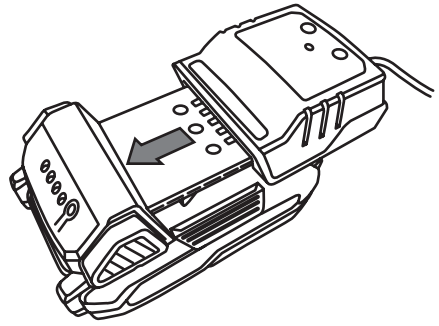
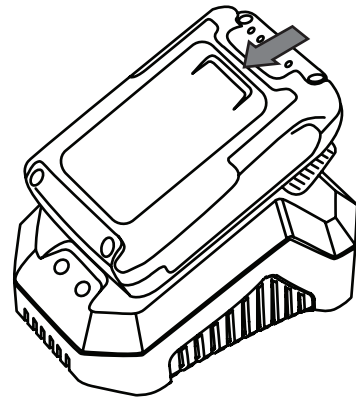

Рис. 3 Установка адаптера зарядного устройства СН1811 на аккумулятор
Рис. 4 Установка аккумулятора на зарядное устройство СН1812
1. Установите адаптер зарядного устройства на аккумулятор и сдвиньте вперед до щелчка, как показано на Рис. 3 (CH1811). Установите аккумулятор на зарядное устройство CH1812 и сдвиньте его до щелчка (Рис. 4).